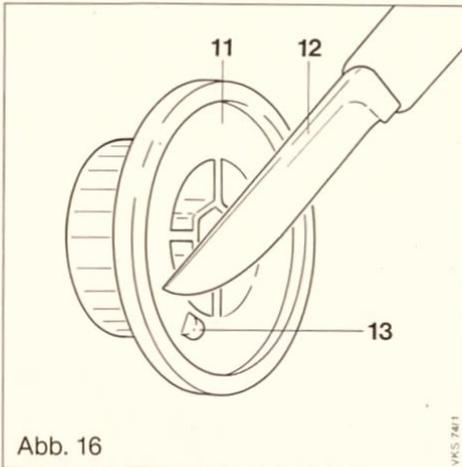
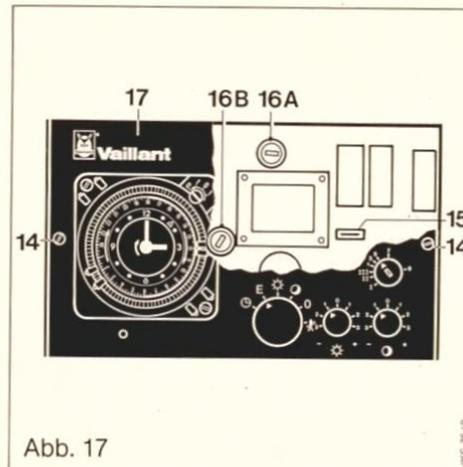

Abb. 16
Abb. 17
- Drehknopf (11) des Kesseltemperaturreglers abnehmen. Abb. 16.
- Anschlagnocken (13) am Drehknopf (11) mit geeignetem Werkzeug (12) entfernen.
- Drehknopf (11) am Kesseltemperaturregler wieder anbringen.
- Schrauben (14) lösen, Blende (17) am Kompaktregler ausrasten und abnehmen. Abb. 17.
- Die Steckbrücke (15) von der Schaltplatine des Kompaktreglers abziehen.
- Beim Wiedereinsetzen der Blende (17) zuerst die Oberseite einrasten. Beim Einrasten der Unterseite Bedienungsknöpfe in die Blendenbohrungen einrasten.